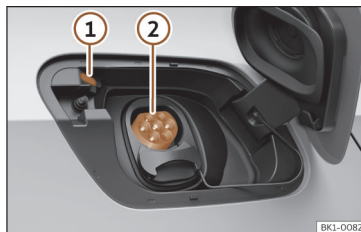

Abb. 56 Hinter der Batterieladeklappe hinten rechts: Ladedose
>>> (Abb. 56)
Die LED (Ladevorgangsanzeige) an der Ladedose blinkt oder blitzt weiß >>> (Abb. 56) ① >>> S. 80.